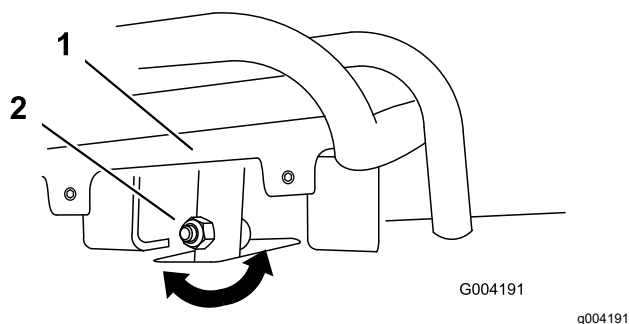
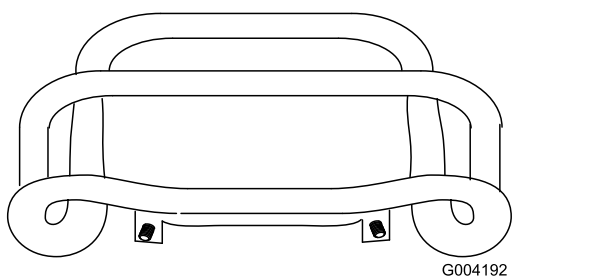

Figure 56
Figure 57
4. Si l'avant de la commande de déplacement n'est pas d'équerre et de niveau avec la barre de référence, desserrez l'écrou et le boulon à embase de la tige de la commande de déplacement (Figure 56).
5. Réglez la commande de déplacement de sorte qu'elle soit de niveau et en appui contre la barre de référence lorsqu'elle est tirée tout droit en arrière (Figure 56 et Figure 57).